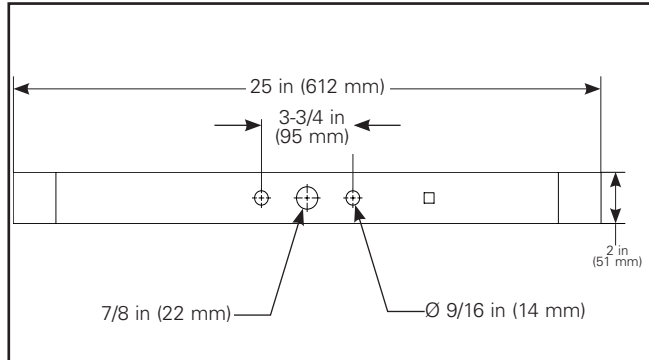

Figura 5.
1. Monte el luminario en la superficie utilizando el patrón de orificios incluido en el yugo (Figura 5).